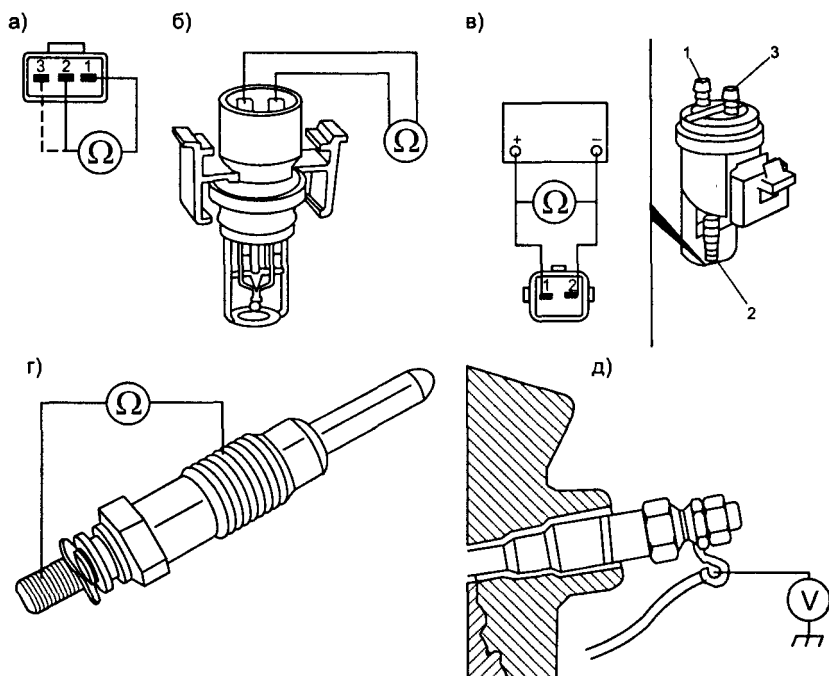

Рис. 1.5.9. Датчики впускной системы
- отключают датчик MAP от жгута и проверяют сопротивление (рис. 1.5.9а) между контактами датчика «1» и «2» — около 5,8 кОм и между контактами «1» и «3» — около 1,8 кОм, если есть отклонения, датчик заменяют;
- отсоединяют разъем клапана IMACS и измеряют сопротивление его обмотки — 25...30 Ом (рис. 1.5.9в);
- используя внешний источник питания, проверяют срабатывание клапана IMACS: при подключении напряжения 12 В открывается порт 1—3, при отключении открывается порт 1—2 (см. рис. 1.5.9в);
- отсоединяют разъем клапана ТС и измеряют сопротивление обмотки, его величина 14—18 Ом (рис. 1.5.9в);
- выкручивают свечи накаливания из головки блока цилиндров (ГБЦ) и проверяют их внутреннее сопротивление (рис. 1.5.9г), его величина должна быть в пределах 0,2...0,6 Ом;
- включают зажигание и проверяют вольтметром время предпускового подогрева, на шине свечей — около 26 секунд должно присутствовать напряжение 9...12 В (рис. 1.5.9д), если этого нет, проверяют предохранители F1, F3, реле X28, блок управления свечами накаливания A104, замок зажигания и соответствующие соединения, при необходимости возвращаются к проверке ЕСМ;
- включают зажигание и после выключения контрольной лампы предпускового подогрева запускают двигатель, оставляют его работать на х.х. Проверяют вольтметром время послепускового подогрева — на шине свечей около 20 с должно быть напряжение 9...12 В (рис. 1.5.9д). Если этого нет, проверяют предохранители F1, F3, реле X28, блок управления свечами накаливания A104, замок зажигания и соответствующие соединения, при необходимости возвращаются к проверке ЕСМ.